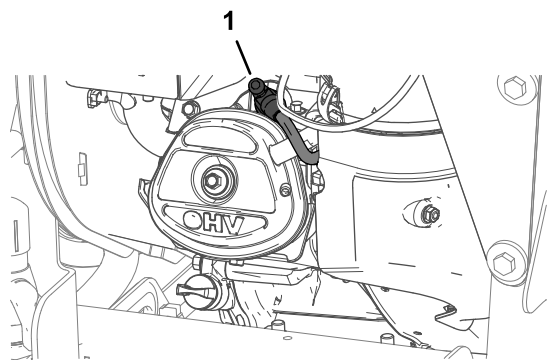

Figura 69
6. Desconecte el cable de la bujía (Figura 69).